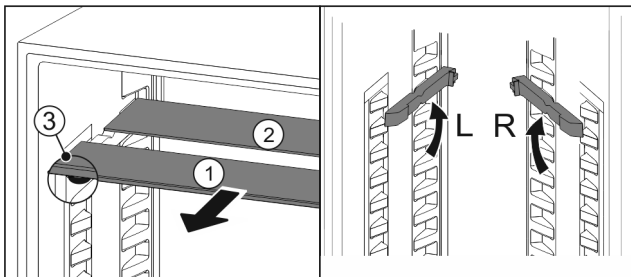

Fig. 91
- ▶ Træk glaspladerne ud enkeltvis fremad Fig. 91 (1).
- ▷ Glaspladen Fig. 91 (1) med pynteliste ligger foran.
- ▷ Stoppene Fig. 91 (3) peges nedad.